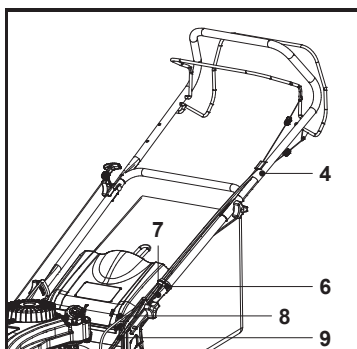

Fig. 3
4. Répéter ces étapes de l'autre côté du guidon supérieur (4).
5. Vérifier que le câble de traction (8) et le câble de frein (9) se trouvent sur la partie supérieure des guidons (4, 7).
6. Fixer les câbles (8, 9) de sorte que le serre-câble (6) se trouve sur le côté gauche du guidon inférieur (7) (vu depuis le poste de conduite) (Fig. 3).